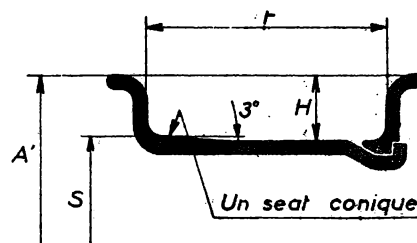

Fig. 4
- les jantes intermédiaires larges à un seat conique incliné (fig. 4).